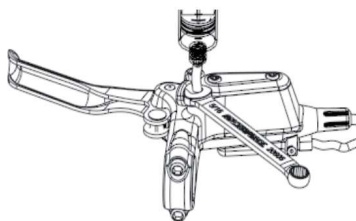

Figura 5-3 Utilizzare una chiave inglese da 8 mm per allentare/serrare la filettatura dell'ugello dell'olio del corpo del morsetto
- ④ Utilizzare una chiave inglese da 8 mm per serrare l'ugello di ingresso dell'olio del corpo superiore della bilancia (ruotare in senso orario di circa 1 giro e mezzo, come mostrato nella Figura 5-3).
- ⑤ Riempimento formale dell'olio: per prima cosa, premere verso il basso e poi rilasciare la maniglia del freno con la mano finché non vengono scaricate più bolle dal tubo della siringa. Se l'effetto non è evidente, premere prima la siringa con la mano per consentire all'olio dei freni di entrare nel freno a disco, quindi estrarre la siringa per espellere le bolle. Ripetere questa azione da tre a cinque volte, quindi continuare a premere e rilasciare la maniglia del freno finché non vengono scaricate più bolle dal tubo della siringa. Il riempimento dell'olio è completato, estrarre la siringa, inserire l'ugello dell'olio nel corpo principale e serrare la vite di riempimento dell'olio.
- ⑥ Rimuovere il tubo flessibile dal corpo della pinza e fare attenzione a non far entrare l'olio dei freni sulle pastiglie o sui dischi. Quindi rimuovere il tubo terminale del manubrio e sostituire il raccordo dell'olio M6 con la vite di tenuta del serbatoio dell'olio.
- ⑦ Pulire le aree oleose della leva del freno a disco e del corpo della pinza del freno a disco con alcool o un panno pulito, quindi riportare la leva del freno a disco nella posizione originale per completare l'operazione di riempimento dell'olio. Quando l'olio nel serbatoio cambia colore in modo significativo, si consiglia di sostituirlo.